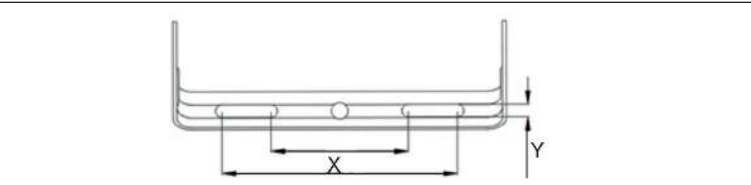

Fig. 4: Borehole distance
5. Upevněte venkovní reflektor LED. Viz fig. 4
- Zamocować naświetlacz zewnętrzny LED. Patrz rys. 4